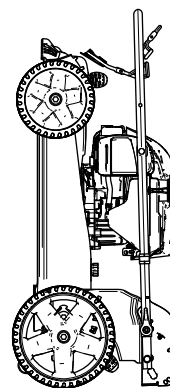

Figura 25
6. Eleve a frente da máquina pelo manípulo e mova-a para o local de armazenamento (Figura 25).